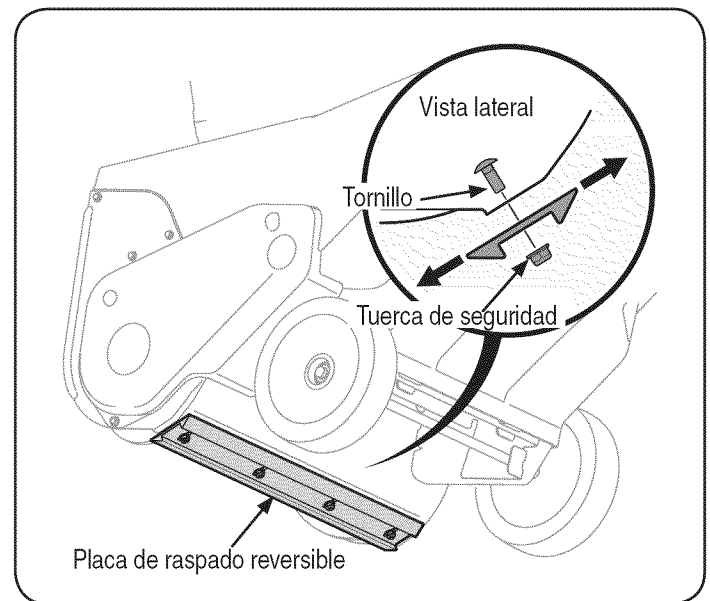

Figura 14
3. Quite los cuatro pernos de carro y las tuercas de seguridad con brida que la sujetan a la caja de la máquina quitanieve. Consulte la figura 14 en la página 14.